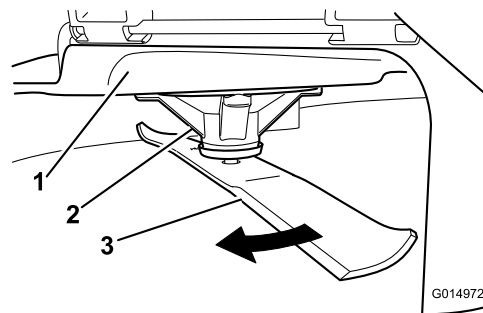

Figure 71
2. Enfilez des gants épais ou utilisez une autre protection adéquate pour les mains, et faites tourner la lame lentement jusqu'à une position permettant de mesurer correctement la distance entre le tranchant et la surface plane sur laquelle se trouve la machine (Figure 71).